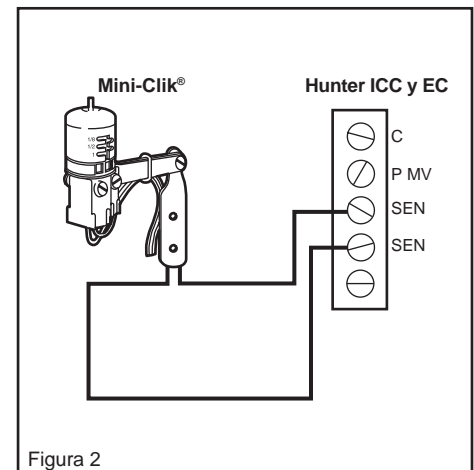

Figura 2
- Conecte un hilo a uno de los bornes marcados <<SEN>> y el otro al otro borne <<SEN>> (ver Figura 2).